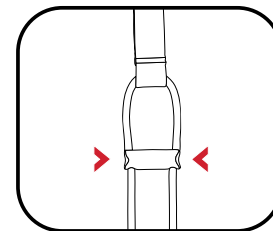

Fig 5
3. Assicurarsi che le cinghie siano riagganciate all'interno dell'alloggiamento prima dell'uso (fig. 5).